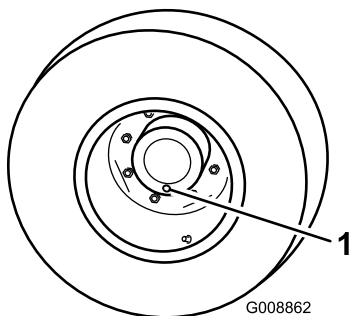

Figure 44
1. Placez la machine sur une surface plane et horizontale et tournez la roue de sorte que le bouchon de contrôle/vidange (Figure 44) se trouve à 6.00 heures.